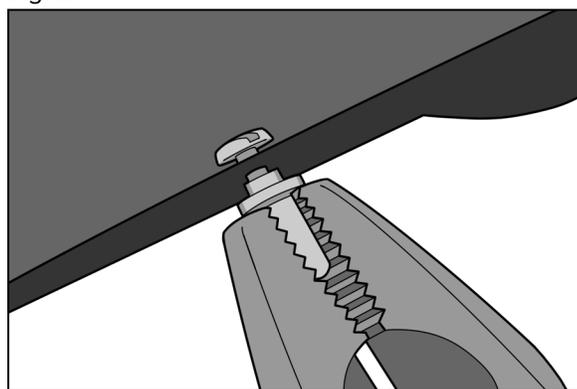

Fig. 6
2. Utilizzando le pinze a ganaschia piatta, afferrare il BoS Pin 2.1 sui lati piatti. (Fig. 6).